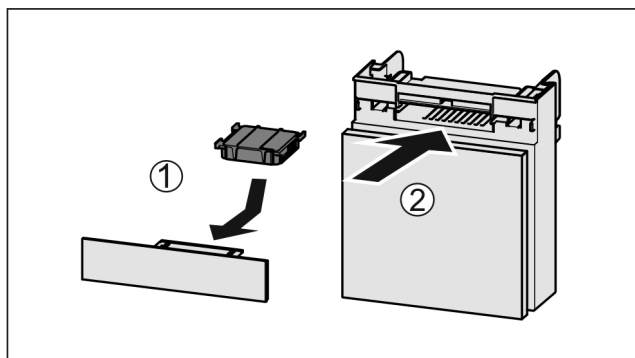

Fig. 84
- ▶ Filtr s aktivním uhlím vložte podle vyobrazení Fig. 84 (1).
- ▶ Zásuvku zasuňte Fig. 84 (2).